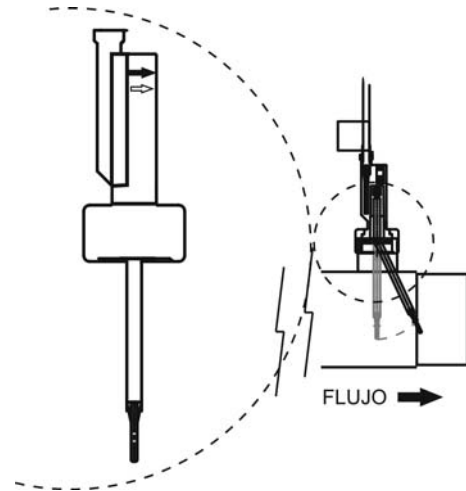

Fig. 11b
3. Existe una flecha marcada en la cabeza del detector de flujo. Asegúrese que la flecha está paralela al eje de la tubería y apunta a la dirección del flujo de agua (Fig. 11b).